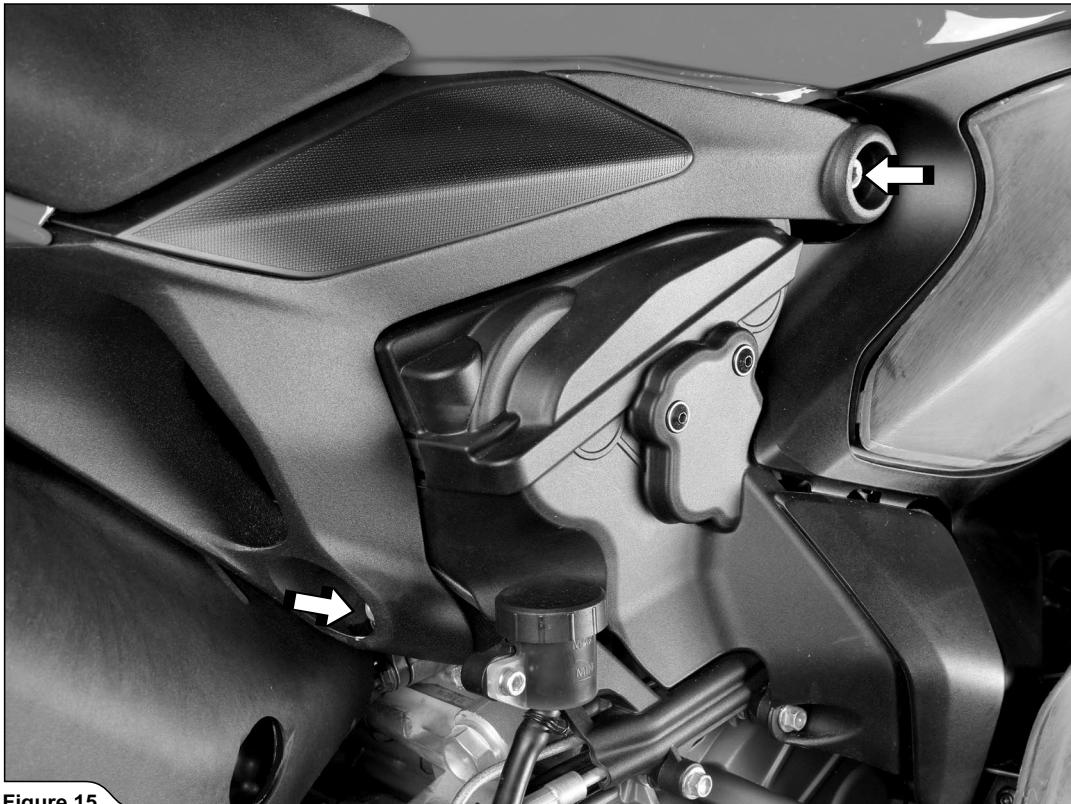

Figure 15
11. Déposer la selle du pilote et desserrer les boulons du sous-cadre indiqués sur les deux côtés du motocycle (Figure 15).
11. Die Fahrersitzbank abnehmen, dann die angegebenen Bolzen des Heckrahmens an beiden Seiten des Motorrads lösen (Figure 15).